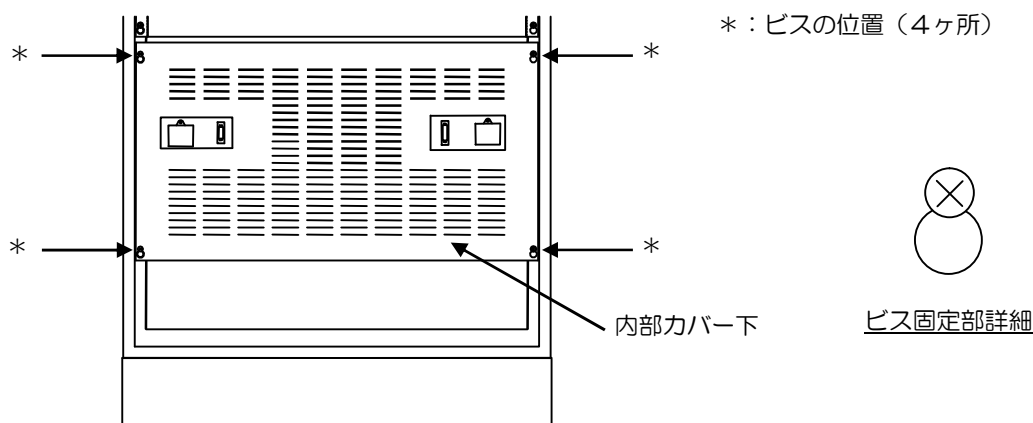

図 1 1. 1 内部カバー下ビス止め位置
- ①操作器具の位置は § 5「外観および各部名称」を参照しながら以下の操作を行ってください。
- ②運転または待機状態の場合は「運転／停止」スイッチを1秒以上押して、停止状態を確認してください。
- ③「自立出力遮断器」（MCCB 6 1）をOFFにしてください。
- ④「太陽電池入力遮断器」（MCCB 5 1）をOFFにしてください。
- ⑤「連系出力遮断器」（MCCB 1 1）をOFFにしてください。
- ⑥補助電源出力を使用している場合は、「補助電源出力遮断器」（MCCB 1）をOFFにしてください。
- ⑦正面扉をあけて図 1 1. 1 を参照してビス（*部：4ヶ所）を緩め、内部カバー下を上を持ち上げて外してください。内部カバー下のビス固定部はダルマ穴加工となっているため、ビスを外す必要はありません。